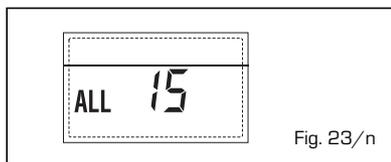

Fig. 23/n
- ANOMALIA SONDA ESTERNA "LAMPEGGIANTE" (fig. 23/p)